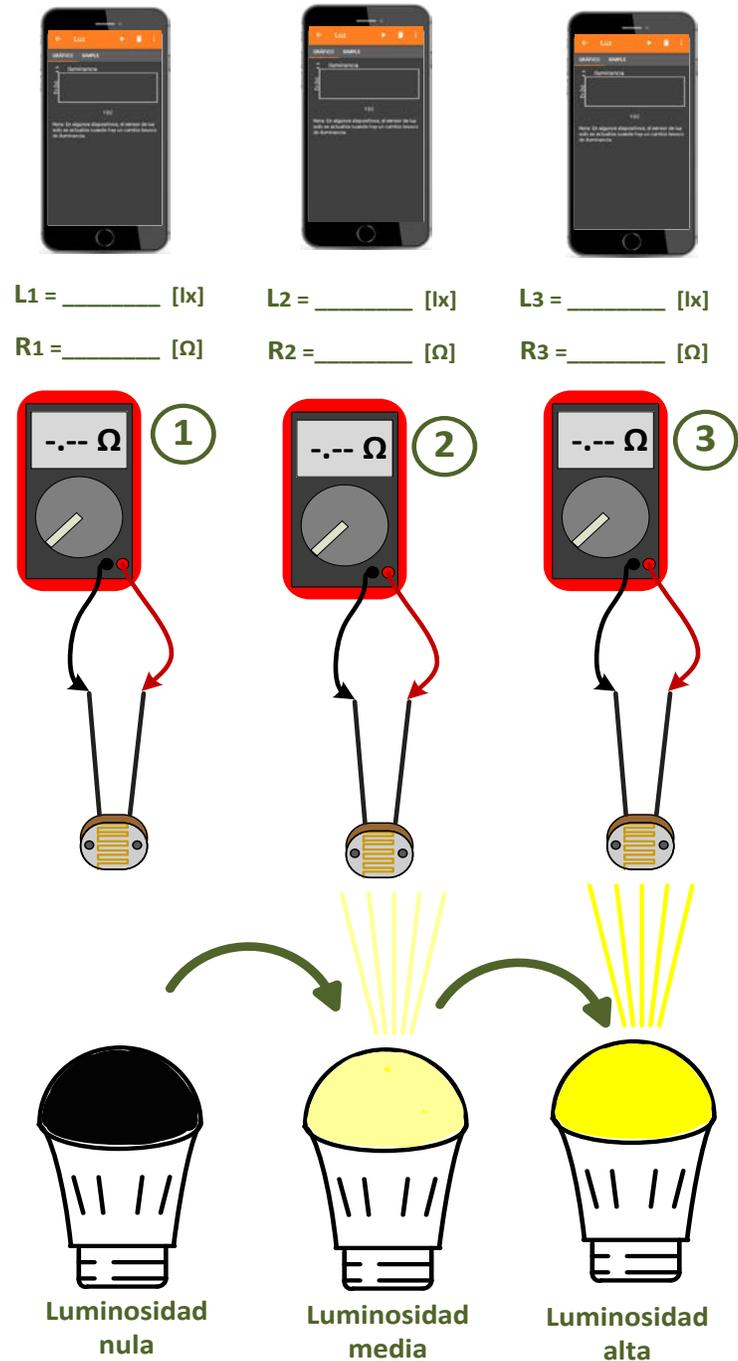

Figura 2. Bosquejo para la toma de datos experimentales de la fotoresistencia.
- 1.- La figura 2 muestra cómo llevar a cabo el experimento. Para esta actividad instale en su celular la aplicación *phyphox* descargada de *google playstore* o *Apple store*. Tendrá que construir una caja de tal forma que la luz incidente en su foto-resistor y celular sea únicamente la de su fuente de luz. Son 3 condiciones de luminosidad, una nula, una intermedia y otra alta, estas dos últimas serán propuestas por el alumno.